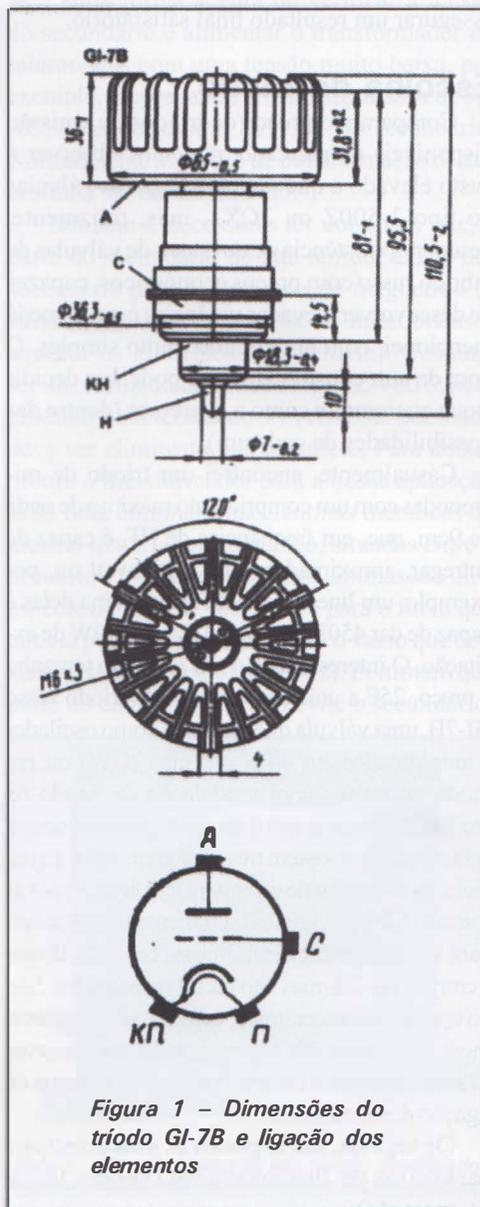

Figura 1 - Dimensões do tríodo GI-7B e ligação dos elementos
Casualmente, encontrei um tríodo de microondas com um comprimento máximo de onda de 9cm, que, em frequências de HF, é capaz de entregar, aproximadamente, o kilowatt ou, por exemplo, um linear que com apenas uma delas é capaz de dar 450W em 144MHz com 20W de excitação. O interessante é o seu reduzido tamanho e preço, 25€ a unidade. Trata-se do tríodo russo GI-7B, uma válvula que funciona como oscilador e amplificador em onda contínua (CW) ou em modo de pulsos com modulação de ânodo na banda de comprimentos de onda decamétricas a centimétricas. Existem três versões: GI-7B, a qual inclui o dissipador de calor para refrigeração por ar forçado, GI-7BT, igual à GI-7B, mas mais robusta para uso em aplicações militares, e a GI-70B, que é como a GI-7B, mas não inclui o dissipador. São do tipo metálico-cerâmico, com cátodo de aquecimento indirecto. Na figura 1 podemos observar as suas dimensões em milímetros e o esquema de ligação dos elementos.